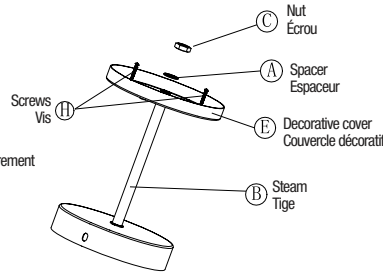

Fig. 3b
3. Insert the other head of the stem B into decorative cover E, use the nut C and spacer A to make stem B fixed with decorative cover E (Fig. 3b).
3. Insérer l'autre tête de la tige B dans le couvercle décoratif E, utiliser l'écrou C et l'espaceur A pour fixer la tige B au couvercle décoratif E (Fig. 3b).